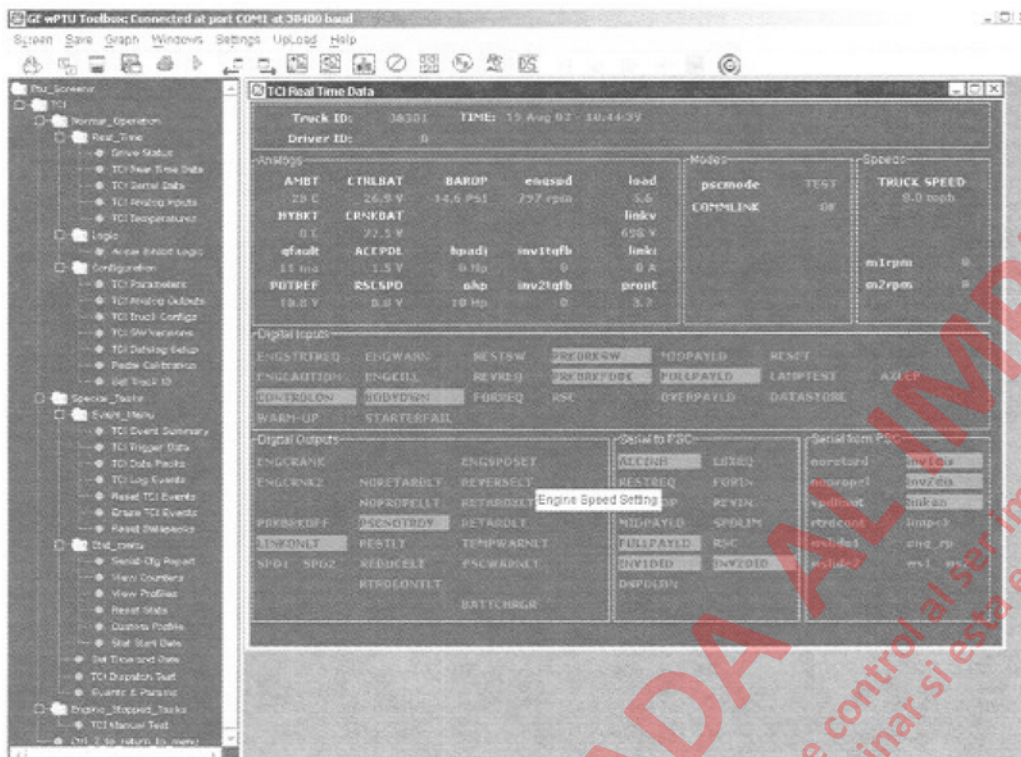

FIGURA 3-15. PANTALLA DE DATOS EN TIEMPO REAL DE TCI
- Verifique que los otros valores y funciones destacados sean similares a las pantallas de datos en tiempo real de TCI que aparecen en la Figura 3-15.